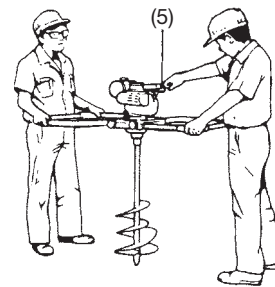

Fig. 5
- 5) Operatøren ved starterhåndtaksiden trekker hardt i rekylstarteren mens man passer på å holde et grep om håndtaket og ikke tillater det å slå tilbake. (Fig. 5)